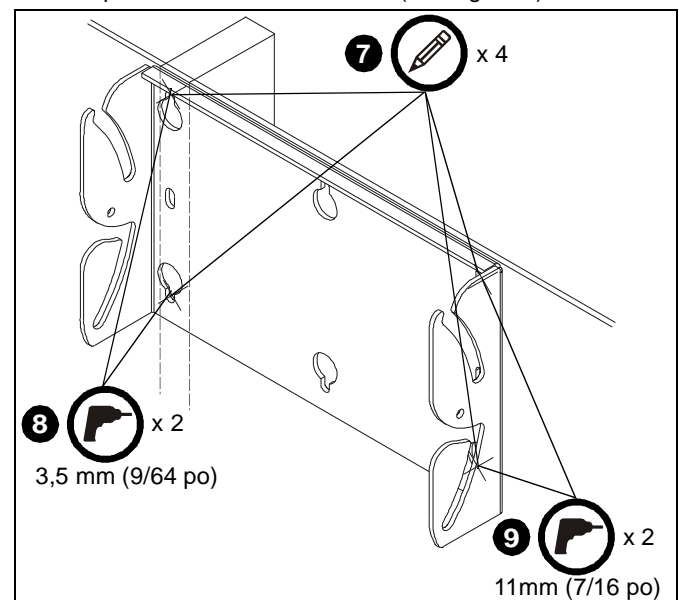

Figure 3
7. Servez-vous du support mural (P) comme gabarit pour marquer les deux emplacements des trous au centre du montant de bois et dans la cloison sèche à la hauteur de montage désirée. Utilisez un niveau pour vous assurer que le support est parfaitement horizontal. (Voir figure 3)
8. Percez deux trous de 3,5 mm (9/64 po) aux endroits marqués sur le montant de bois. (Voir figure 3)
9. Percez deux trous de 11 mm (7/16 po) aux endroits marqués sur la cloison sèche. Assurez-vous que les trous sont percés en ligne droite et qu'ils traversent complètement la cloison sèche. (Voir figure 3)